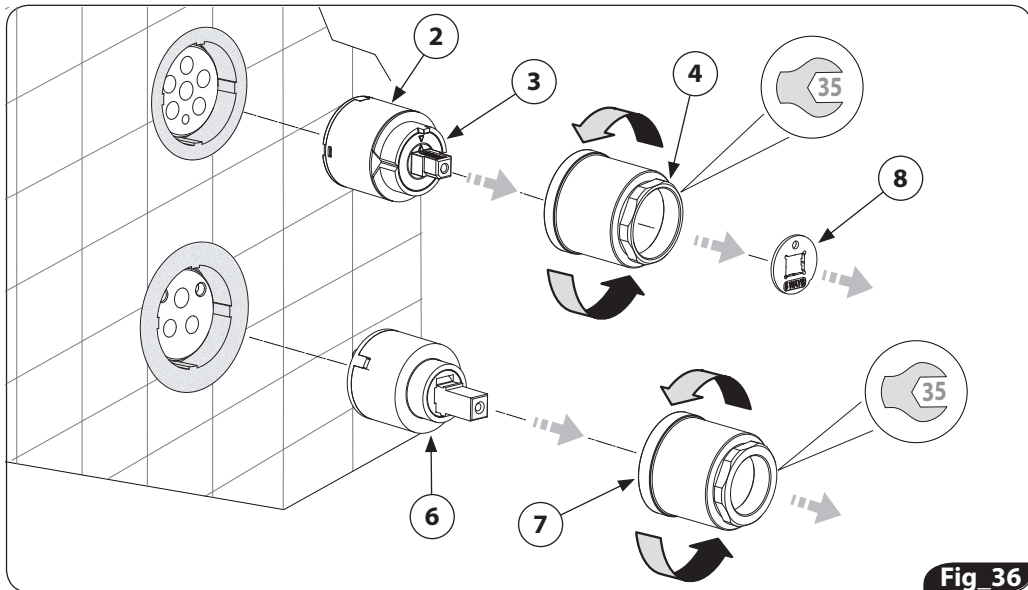

Fig 36
4. Svitare la ghiera di serraggio cartuccia deviatore (4) e la ghiera di serraggio cartuccia miscelatore (7). (fig. 36)
- **nel caso di sola manutenzione** sfilare il gruppo cartuccia deviatore (2), fermo di rotazione (3), e piastrina di regolazione vie (8); per favorire il successivo inserimento consigliamo di sfilare mantenendo tutto il gruppo assemblato. Togliere eventuali residui o incrostazioni formati nell'alloggiamento della cartuccia. Immergere le cartucce in acqua e aceto (50% + 50%) per 12 ore circa, favorendo in questo modo l'eliminazione di calcare ed eventuali impurità, poi procedere dal punto n°6;
4. Unscrew the clamping bush of the diverter cartridge (4) and the clamping bush of the mixing cartridge (7). (fig. 36)
- In case of sole maintenance, pull out the diverting cartridge assembly (2), the rotation locking ring (3), and the ways-regulation plate (8); in order to ease the re-insertion, it is recommended also to pull out the whole assembly without disassembling. Remove possible dirty and scale inside the seat of the cartridge. Put the cartridges in a 50%-50% water-vinegar solution for about 12 hours in order to remove every trace of limestone and impurities, then proceed starting from point no. 6.